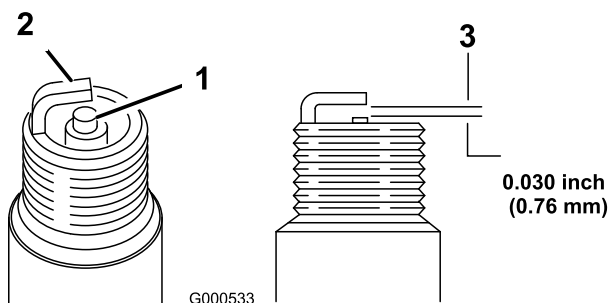

Figura 51
- Controllate il centro delle candele (Figura 51).
- Verificate la distanza tra gli elettrodi centrale e laterale (Figura 51), e se non è esatta piegate l'elettrodo laterale.